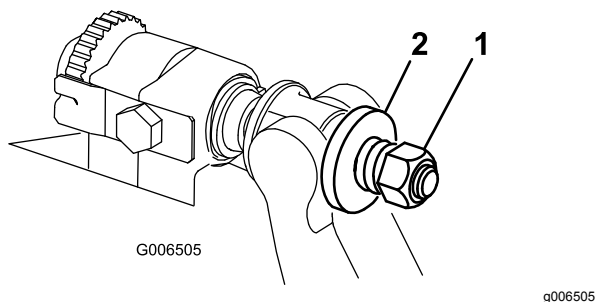

Figura 32
4. Apriete la tuerca de tensado del muelle hasta que el muelle esté comprimido del todo, luego aflójela 1/2 vuelta (Figura 32).
10. Apriete la tuerca de cada ajustador de la barra de asiento hasta que el muelle de compresión esté comprimido del todo, luego afloje la tuerca 1/2 vuelta (Figura 32).